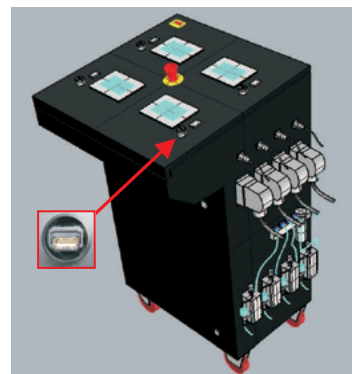

FIG. 1
7. Insérer la clé USB dans le prise prévue à cet effet sur le panneau (FIG. 1).